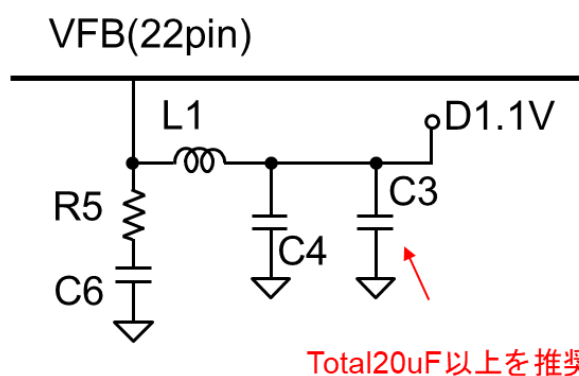

Figure 2-4 DC-DC コンバータの外付け回路例
- Figure 2-4 に DC-DC コンバータの外付け回路例を、Table 2-4 にその回路定数例を示します。